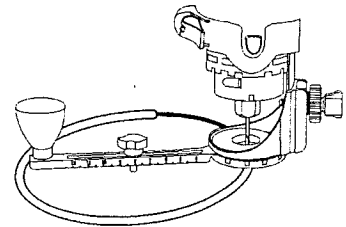

Fig. 14
6. Cuando el motor llegue a la velocidad debida, enderece lentamente la herramienta y el montador de círculos, dejando que la broca penetre en la pieza de trabajo (ver la fig. 14). Tenga cuidado de mantener la punta de pivote ubicada en el centro del círculo que debe cortar. Cuando se enderece la herramienta y la broca haya traspasado la pieza de trabajo, mueva la herramienta lentamente en sentido horario con una presión sostenida para hacer el corte. Continúe cortando el círculo, manteniendo la herramienta derecha y girando alrededor del pivote del cortador de círculos.